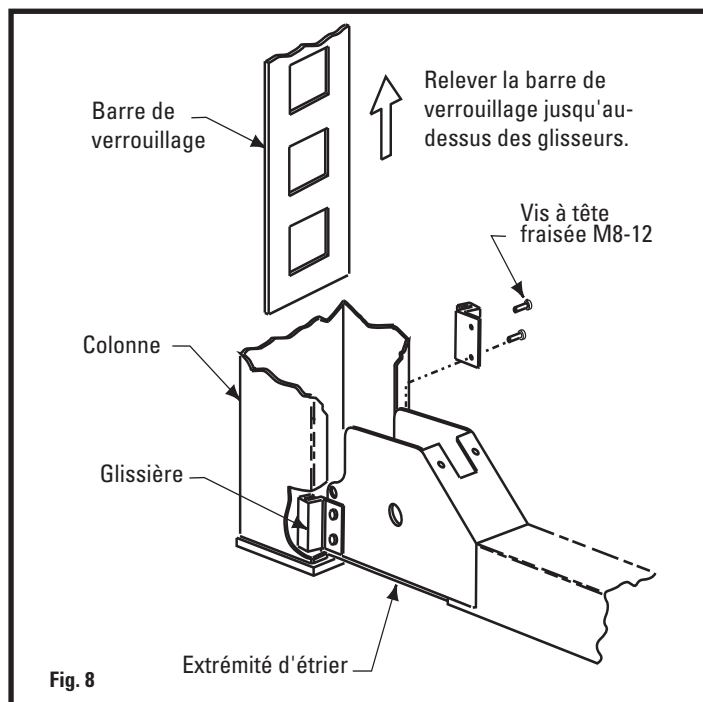

Fig. 8
- D. Enfoncer l'extrémité de l'étrier dans la colonne, permettant aux trous de boulon de la glissière de demeurer exposés, Fig. 8. Boulonner les glissières de chaque côté des extrémités de l'étrier à l'aide des vis M8-12 prévues. Lorsque les deux glisseurs seront fixés, pousser la colonne contre l'extrémité de l'étrier jusqu'à ce que les glisseurs touchent la barre de verrouillage.